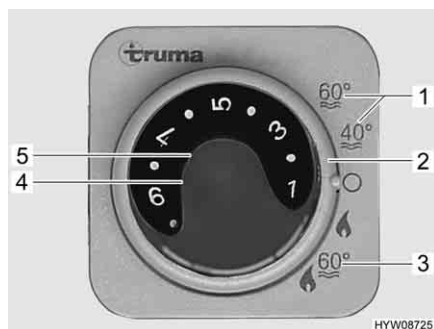

Fig. 115 Centralina di controllo per riscaldamento/boiler
Il boiler si accende dalla centralina di controllo (Fig. 115) con l'interruttore girevole (Fig. 115,2).
Durante il funzionamento invernale "Riscaldamento e boiler" (Fig. 115,3) accendendo il riscaldamento viene riscaldata automaticamente anche l'acqua nel boiler. Quando il riscaldamento si spegne al raggiungimento della temperatura ambiente desiderata, il boiler continua a riscaldare l'acqua, fino a quando questa raggiunge la temperatura impostata.
Durante il funzionamento estivo (Fig. 115,1) l'acqua nel boiler viene riscaldata soltanto fino a 40 °C o 60 °C. L'acqua si riscalda a 60 °C in ca. 25 minuti. La spia di controllo gialla (Fig. 115,4) si accende durante la fase di riscaldamento del boiler.
L'alimentazione di tensione per il boiler non può essere interrotta interrompendo l'alimentazione a 12 V sul pannello di controllo. A seconda del modello, in caso di guasto si accende la spia di controllo rossa (Fig. 115,5) sulla centralina di controllo (vedi capitolo 14).
- Sulla centralina di controllo (Fig. 115) posizionare l'interruttore girevole (Fig. 115,2) su "Funzionamento estivo" (Fig. 115,1).
La spia di controllo gialla (Fig. 115,4) si accende durante la fase di riscaldamento. Al raggiungimento della temperatura dell'acqua desiderata, la fase di riscaldamento termina e la spia di controllo gialla si spegne.
- Sulla centralina di controllo (Fig. 115) posizionare l'interruttore girevole (Fig. 115,2) su "O".